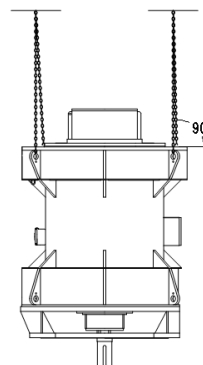

Figura 3.1: Manipulación de los motores
- La manipulación de los motores verticales deberá ser hecha conforme es mostrado en la Figura 3.1;